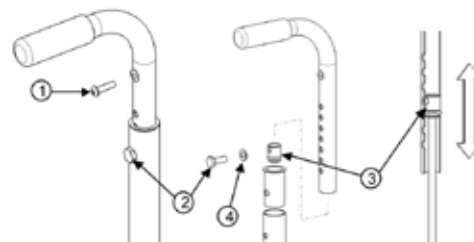

fig. 12
- Allentate la vite (1) (Fig. 12) e rimuovete la vite (2) dal dispositivo di livellamento.
- Installate di nuovo la vite (2) e stringete entrambe le viti per adattare strettamente.